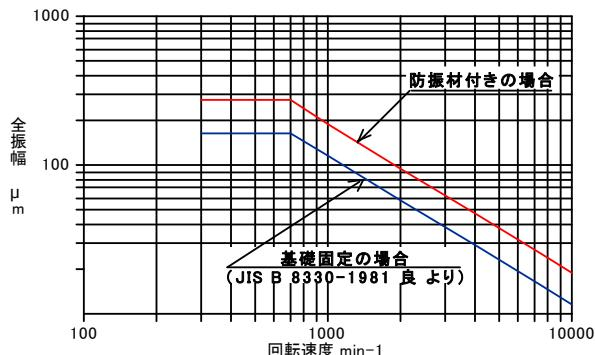

図 9 振動状態の参考判定基準
⑧ ファンが正常で、据付、ダクト配管工事が正しく施工されている場合の振動の基準値を図9に示します。